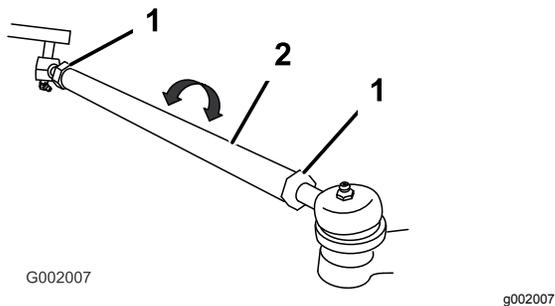

图49
- 如果测量值超出规定的范围应松开横拉杆两端的锁紧螺母 图49。